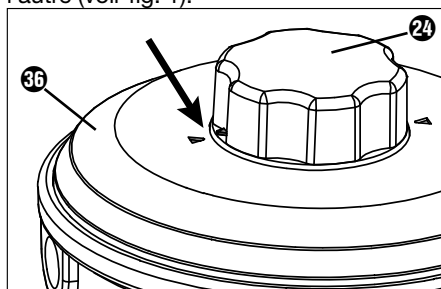

Fig. 1
- 1) Veillez à ce que les deux flèches sur le couvercle 36 et sur le bouton rotatif 24 de la bobine de fil 23 pointent l'une vers l'autre (voir fig. 1).